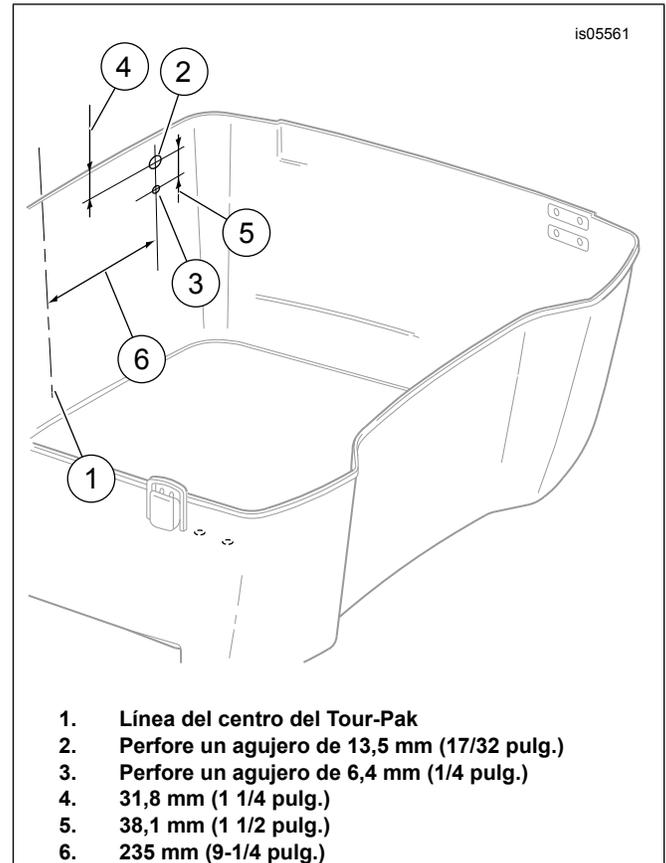

Figura 1. Ubicación de la perforación para la antena AM/FM en el Tour-Pak
5. Vea Figura 1. Mida y establezca el centro (1) en la pared trasera exterior del Tour-Pak.